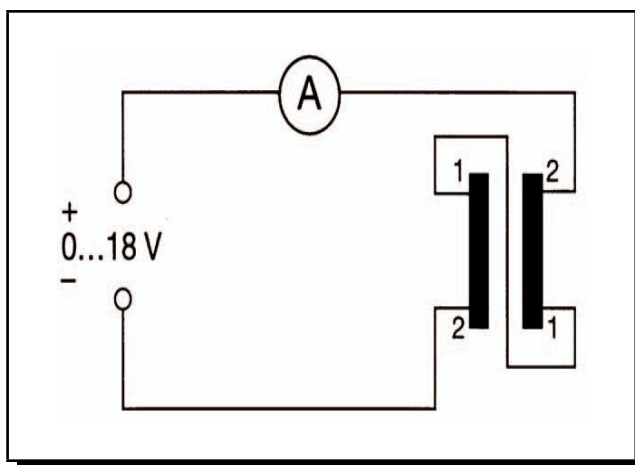

Figura 3.32: Alimentación de las bobinas de Helmholtz
- 2 Conecte la alimentación eléctrica de las bobinas de Helmholtz de acuerdo al esquema mostrado en la Figura 3.32.